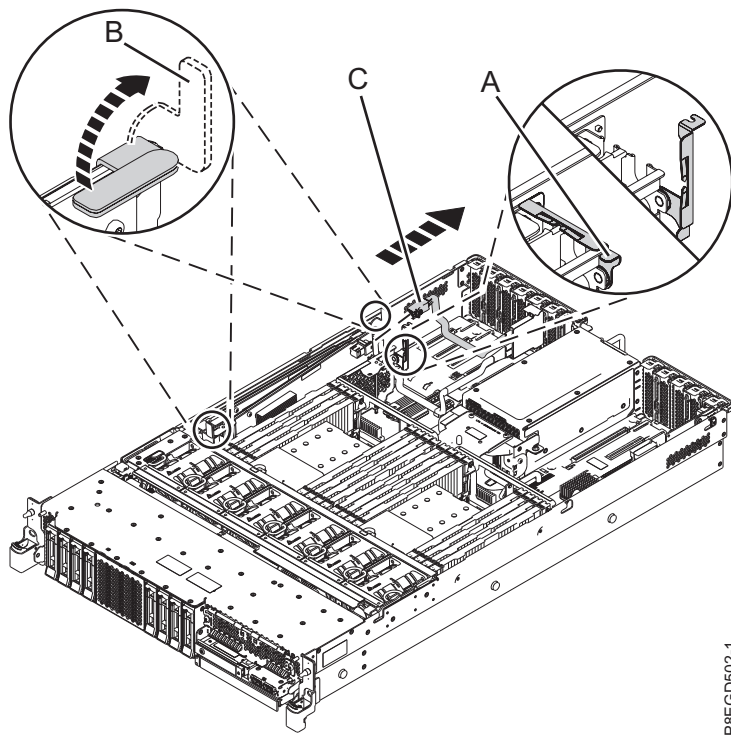

Figure 2. Déconnexion du câble SAS arrière de la carte interne SAS RAID située dans l'emplacement P1-C15
- a. Appuyez sur la poignée bleue du crochet de fixation du câble **(A)** de la carte interne SAS RAID située dans l'emplacement P1-C15, comme illustré à la figure 2, à la page 5.
- b. Soulevez les poignées bleues **(B)** de la carte interne SAS RAID en suivant la direction indiquée à la figure 2, à la page 5.
- c. A l'aide des poignées bleues de la carte interne SAS RAID, soulevez la carte suffisamment pour pouvoir déconnecter le câble SAS arrière **(C)** de la carte interne SAS RAID. Pour plus d'informations, voir figure 2, à la page 5.